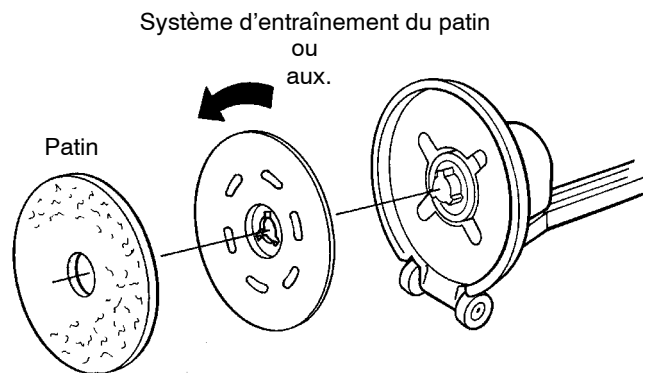

FIG. 1
3. Positionnez le système d'entraînement du patin/la brosse sur le moyeu d'entraînement et tournez-le/la dans le sens contraire des aiguilles d'une montre pour l'engager (Figure 1).